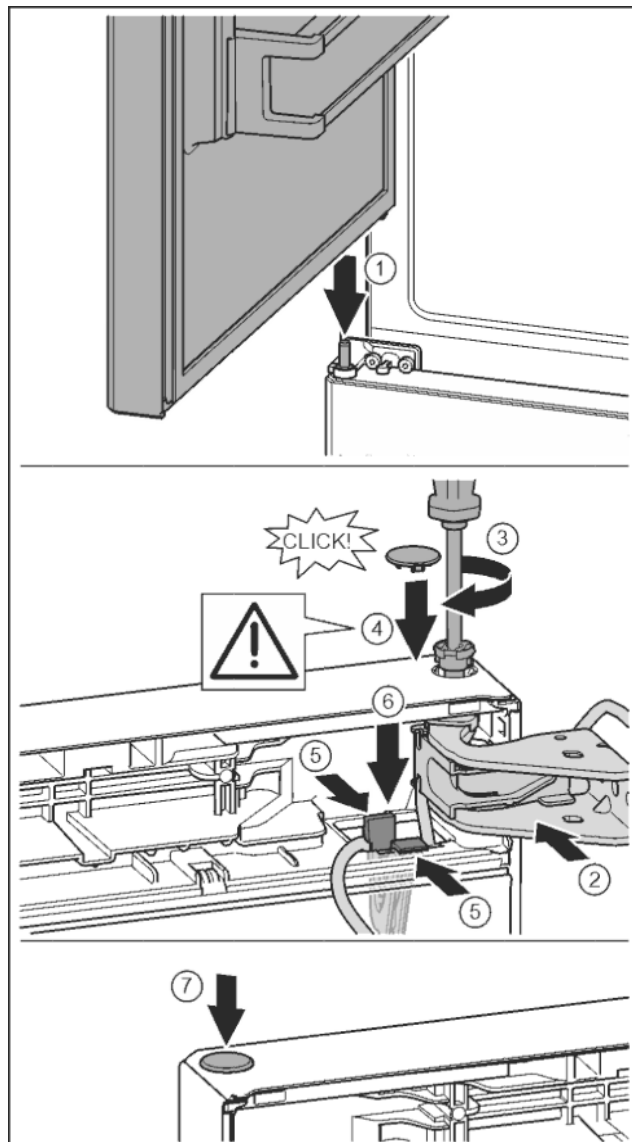

Fig. 39
- ▶ Установка верхней двери на средний опорный палец Fig. 39 (1)
- ▶ Дверь вверх выровнять по отверстию в опорном кронштейне. Fig. 39 (2)
- ▶ Вставить палец и затянуть отверткой T15. Fig. 39 (3)
- ▶ Установить предохранительную крышку для защиты двери: вставить предохранительную крышку и проверить, прилегает ли она к двери. В ином случае вставить палец полностью. Fig. 39 (4)
- ▶ Вставить держатель кабеля с закрепленным на нем кабелем в отверстие. При этом более длинное отверстие соединительной наклейки должно быть направлено вперед. Fig. 39 (5)
- ▶ Прижать держатель вниз так, чтобы соединительная наклейка защелкнулась. Fig. 39 (6)
- ▶ Вставить заглушку. Fig. 39 (7)